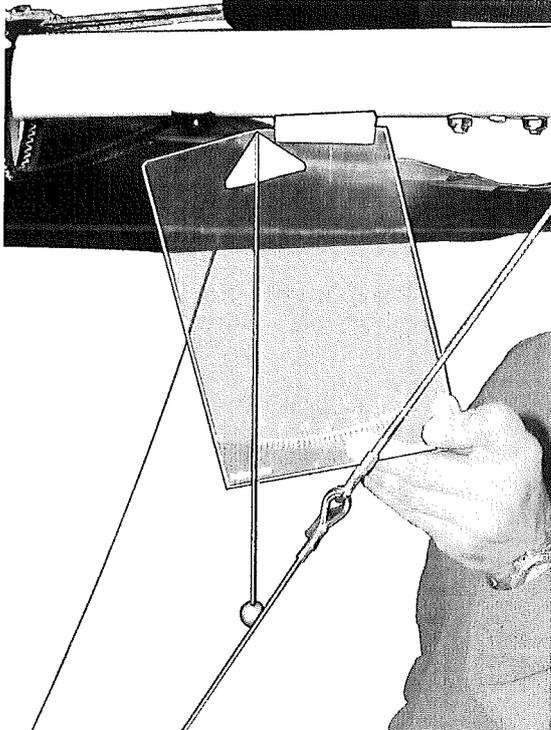

Abb.27
2. Benutzen Sie den Pellicimeter wie an der Abb.27 gezeigt wird um die Null Grad vom Kielrohr festzustellen. Fixieren Sie das Kielrohr in der Position mit Hilfe einer Stütze.